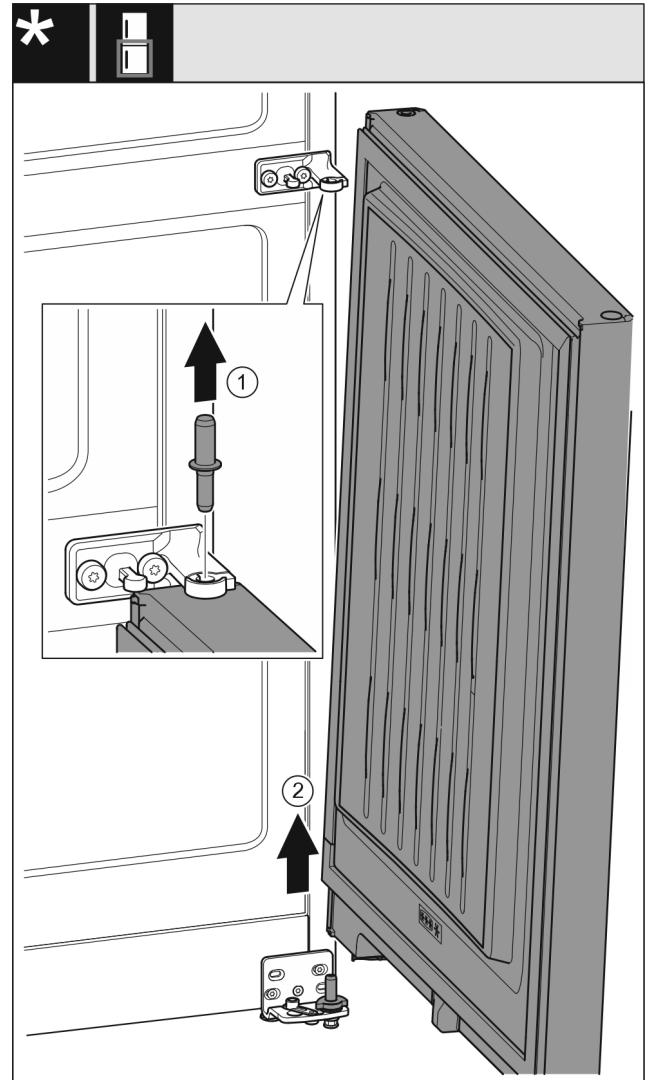

Fig. 10 Zonder sluitdemper
- ▶ Bouten Fig. 10 (1) naar boven toe eruit trekken.
- ▶ Deur Fig. 10 (2) eruit draaien, naar boven trekken en opzij leggen.